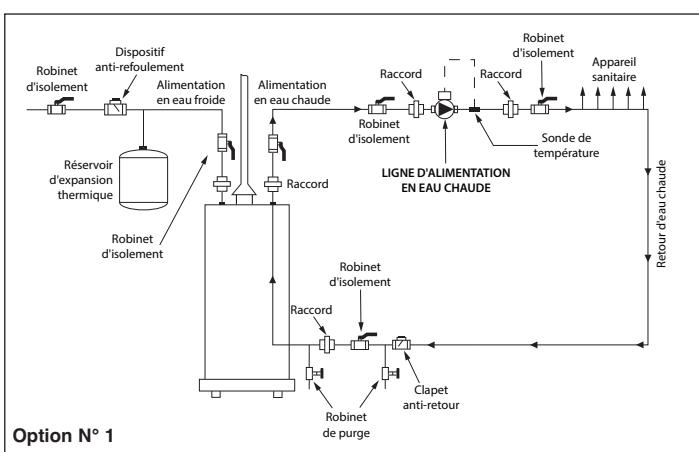

Figure 2: Schéma d'installation (Pour la démonstration seulement)
Ligne d'alimentation en eau chaude (Option N°1) - installez le SmartPlus sur le pompage de la ligne d'alimentation en eau chaude sanitaire (ECS) loin de la source ECS. La sonde externe fournie avec le SmartPlus doit être installée sur la ligne d'alimentation ECS. Consultez la Figure 2.
- Installez le SmartPlus en ligne sur la ligne d'alimentation en eau chaude en aval de la source d'eau chaude comme le montre la Figure 2.
- Installez tous les autres composants du système comme indiqué dans le diagramme de tuyauterie de la Figure 2.
- Fermez le robinet d'isolement sur la ligne de retour entre le chauffe-eau et le clapet anti-retour (voir Figure 2).